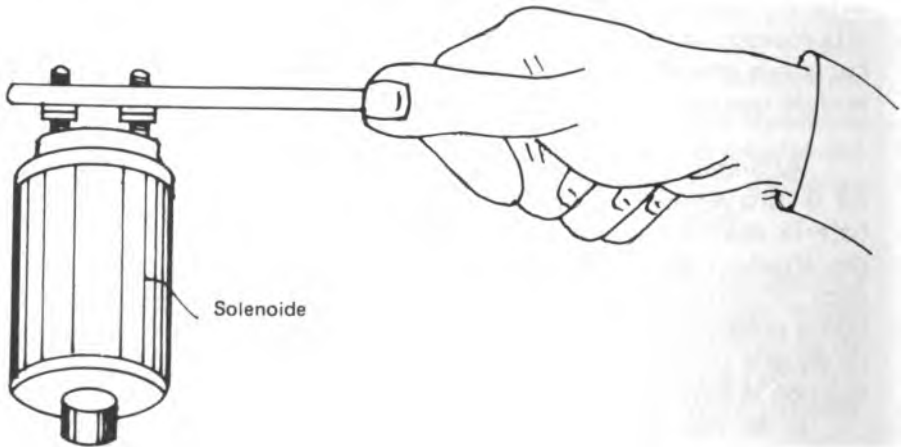

Fig. 31. Contacto directo en los dos bornes gruesos del solenoide del arrancador.
- 3) Haga contacto directo entre los dos bornes gruesos del solenoide hasta conseguir el encendido mediante un desarmador grueso, perno grueso o un alicate, (Fig. 31).